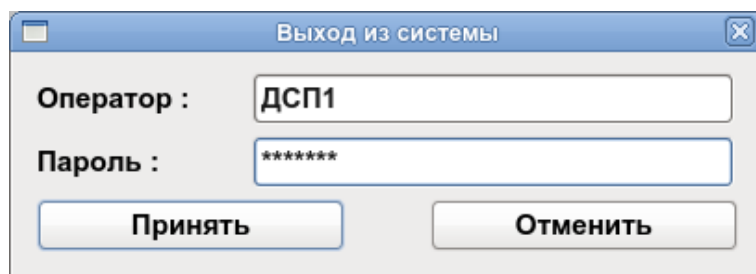

Рисунок 1.2.2
**Аварийный перевод** осуществляется при выходе из строя активного АРМ ДСП. Порядок действий аналогичен нормальному переводу с тем отличием, что завершение сеанса производится на работоспособном (неактивном) АРМ. При этом после нажатия кнопки «Завершить сеанс» в появившемся окне «Выход из системы» (рисунок 1.2.2) необходимо ввести имя и пароль, введенные ранее на вышедшем из строя АРМ.